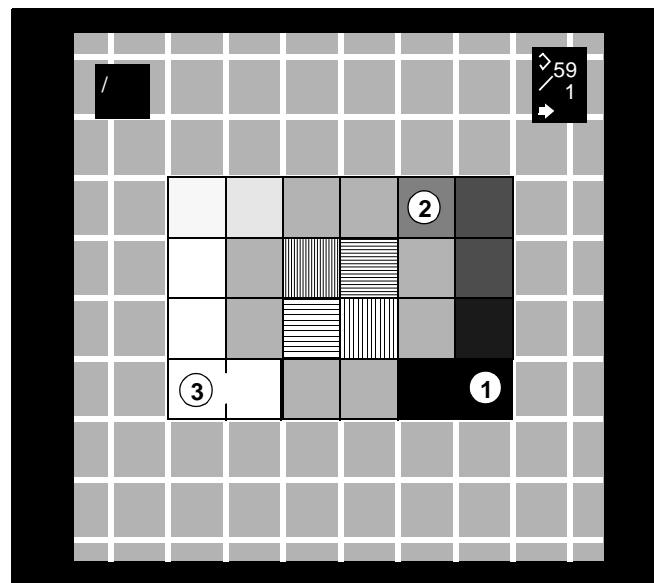

Fig. 1
- B so verändern bis der 40%-Grauwert (siehe Fig.1) den Schwärzungssollwert  $D_{soll}$  (siehe Tabellen 3 bis 6) erreicht hat.